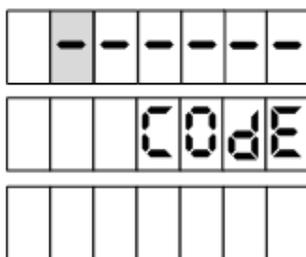

Рисунок 15
10.2 Вход в режим настройки осуществляется при последовательном нажатии кнопок  и  с паузой между нажатиями не более 3 секунд. ТРК должна находиться в свободном состоянии (все операции связанные с отпуском топлива должны быть завершены). При этом на табло появится приглашение ввести пароль администратора устройства (рисунок 15).